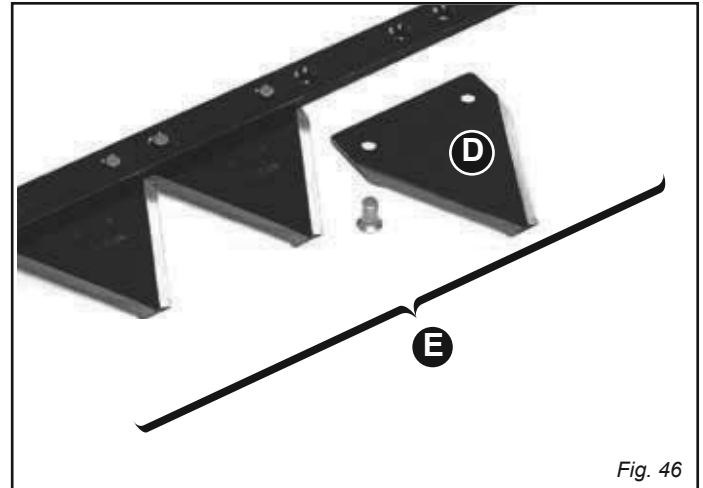

Fig. 46
SUSTITUCIÓN DE LA VARILLA PORTASECCIONES (E, Fig. 46)
SUSTITUCIÓN DE LAS SECCIONES (D, Fig. 46)
- Remache la sección nueva con los remaches respectivos (D, Fig. 46).